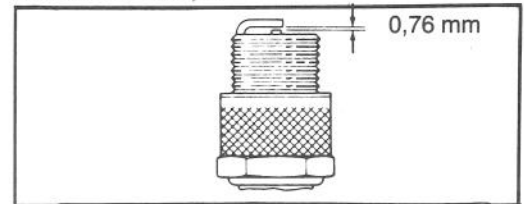

Abb. 13
3. ZÜNDKERZE MONTIEREN — Den Elektrodenabstand (Abb. 13) auf 0,76 mm einstellen. Die Kerze montieren und fest anziehen (Anzugsdrehmoment 20 Nm). Falls Sie Keinen Drehmo-